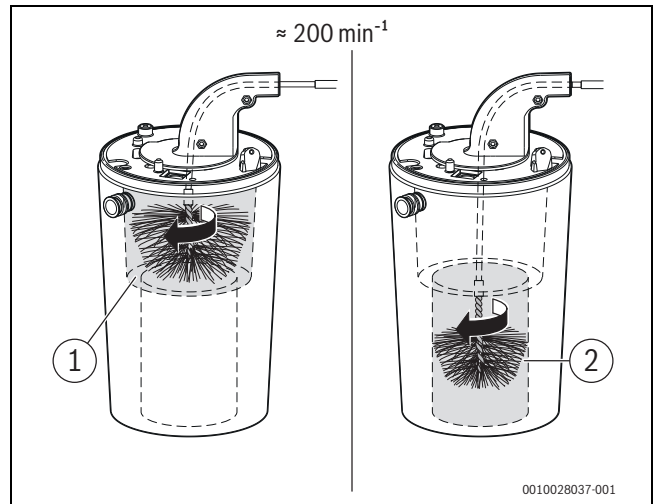

Fig. 60 Pulizia dello scambiatore primario (circa  $200 \text{ min}^{-1}$ , solo rotazione destrorsa)
- ▶ Ripetere l'operazione nella parte inferiore con la spazzola piccola (→ fig. 60, [2]).